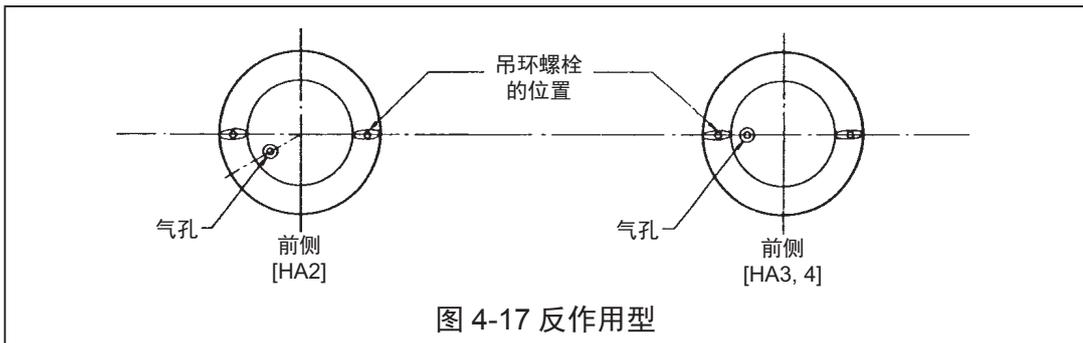

图 4-17 反作用型
- (5) 放置上膜片盖，然后用一对吊环螺栓对其进行固定。将气孔设定到如图(图 4-17) 所示的位置。交替并均匀拧紧一对吊环螺栓。通过拧紧这对吊环螺栓可对弹簧进行初始定位。